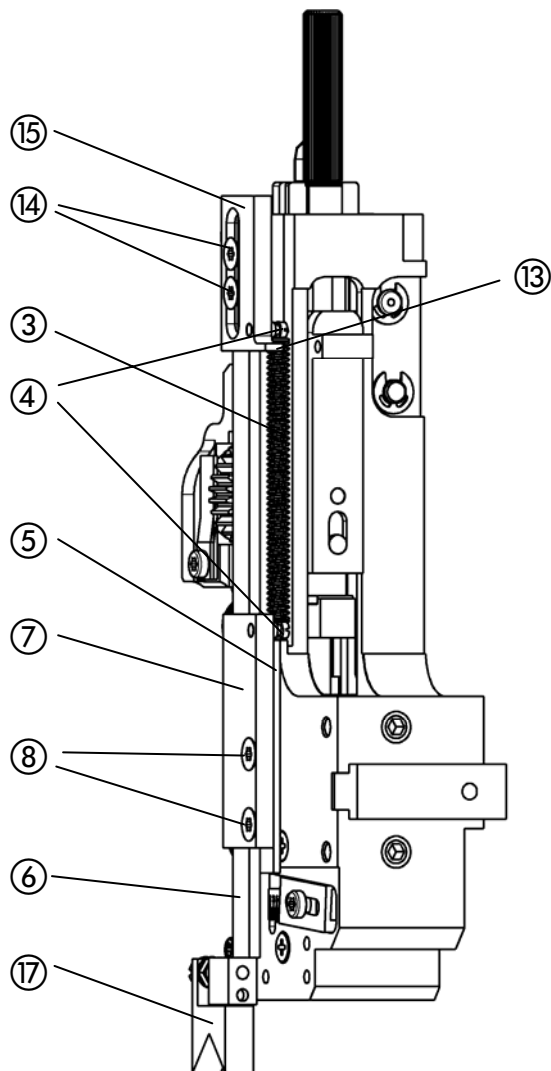

Fig. 18
Fig. 18 a
Fig. 18 b
- Fig. 18 -
- colgar el resorte de tracción ③ en los dos pernos de resorte ④.
- Colocar la placa distanciadora ⑤ en el cabezal cosedor.
- Fig. 18, Fig. 18a, Fig. 18b -